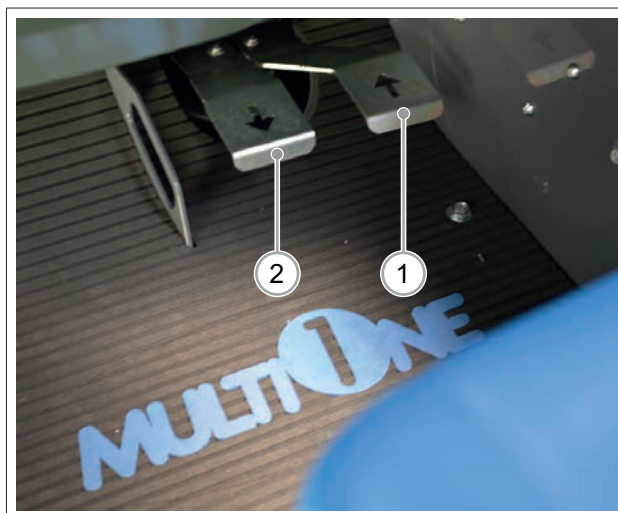

РИС. 29
- 4) Нажмите педаль желаемого направления движения «Вперед» (РИС. 29 – Сс. 1) или «Реверс» (РИС. 29 – Сс. 2).
- При нажатии правой педали (РИС. 29 - Сс. 1) машина перемещается вперед. При отпуске педаль возвращается в нейтральное положение, и машина перестает двигаться.
- При нажатии левой педали (РИС. 29 - Сс. 2) машина перемещается назад. При отпуске педаль возвращается в нейтральное положение, и машина перестает двигаться.